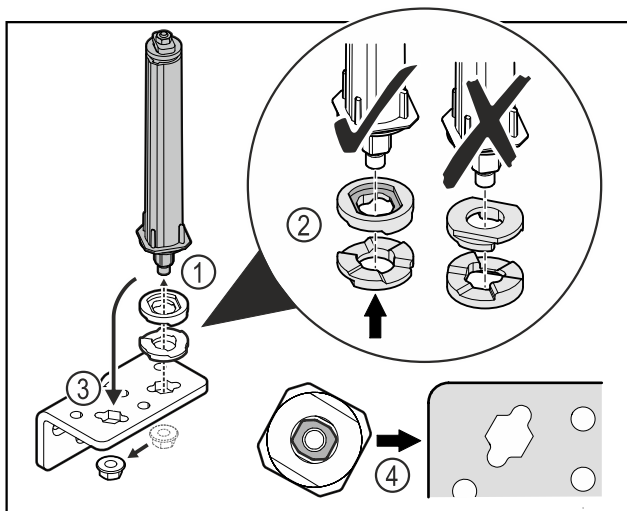

Fig. 34
- Svitare il dado e rimuovere il sistema di chiusura della porta Fig. 34 (1).
- Assicurarsi che le rondelle per la regolazione dell'altezza siano rivolte nel verso giusto Fig. 34 (2).
- Spostare il sistema di chiusura della porta nella cerniera angolare e fissarlo con il dado Fig. 34 (3).
- Durante l'inserimento del sistema di chiusura della porta assicurarsi che sia rivolto nel verso giusto Fig. 34 (4).